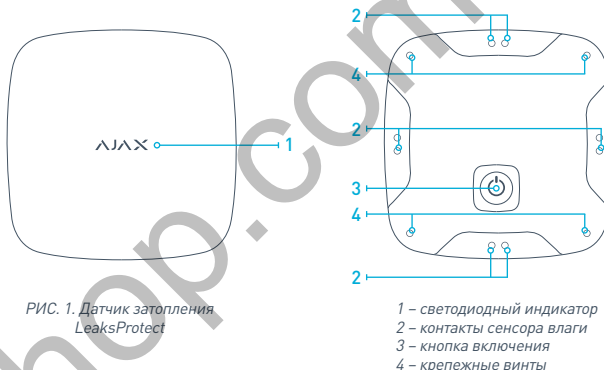
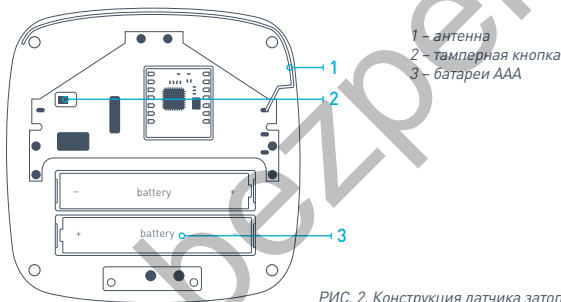

РИС. 1. Датчик затопления LeaksProtect
РИС. 2. Конструкция датчика затопления
4.1 Перед установкой датчик обязательно нужно зарегистрировать в охранной системе Ajax. Для регистрации датчика необходимо перевести приемное устройство охранной системы Ajax в режим «Добавить устройство» (как это сделать см. в руководстве к приемному устройству) и включить датчик зажатием кнопки «3» (РИС. 1) на 3 секунды. В момент включения исправный датчик должен мигнуть зеленым светодиодом. Запрос на регистрацию передается только в момент включения датчика! Если регистрация датчика в охранной системе по какой-либо причине не произошла, LeaksProtect мигает зеленым светодиодом 6 раз с периодичностью раз в секунду, после чего автоматически выключается (быстро мигая 3 раза). После чего датчик снова можно включать (датчик включается/выключается зажатием кнопки «3» на три секунды). Если LeaksProtect был удален из списка зарегистрированных в охранной системе устройств, то он аналогично мигает зеленым светодиодом 6 раз с периодичностью раз в секунду, после чего автоматически выключается, быстро мигая при этом три раза. Датчик затопления всегда работает в активном режиме, поэтому, при использовании централей других производителей, его желательно размещать в постоянно активную 24-часовую охранную зону централи.
5.1 Датчик должен быть размещен в местах вероятной протечки воды из систем водоснабжения, отопления либо канализации: на полу под ванной, под умывальником, под стиральной машиной и т.д. При попадании воды на контакты «2» (РИС. 1), расположенные на нижней стороне датчика, происходит резкое падение сопротивления между ними и датчик передает на приемное устройство сигнал тревоги. Для активации тревоги достаточно детекции воды (жидкости) хотя бы на одной паре контактов. Рекомендуется проверить функционирование датчика в предполагаемом месте установки!
5.3 Небольшой датчик затопления жестко не фиксируется в месте установки, поэтому его можно случайно сдвинуть, зацепив его. В результате смещения может быть нарушена связь с приемным устройством или датчик будет удален от места возможной протечки. Это не позволит датчику выполнять свои функции. Чтобы избежать смещения датчика, он оборудован сенсором смещения (акселерометром). При любых попытках изменить положение датчика встроенный сенсор смещения срабатывает, при этом на датчике включается зеленый светодиод на 1 с, и на приемное устройство передается сообщение о смене местоположения – это позволяет своевременно вернуть датчик затопления на место постоянной установки. Кроме того, в датчике предусмотрена защита от вскрытия тамперной кнопкой «2» (РИС.2), благодаря которой датчик отправляет сигнал на централь про открытие корпуса или неплотное его закрытие, при этом датчик включает зеленый светодиод на 1 с.
6.3 Своевременно заменяйте батареи питания на новые. При разряде батарей датчик передает соответствующий сигнал на центральный блок сигнализации. При разряженной батарее датчик зажигает и плавно гасит зеленый светодиод каждый час и при любой сработке. Для замены батарей откройте четыре самореза «4» (РИС. 1) по углам корпуса и снимите верхнюю крышку датчика. Замените батареи «3» (РИС.2) на новые, типа AAA, соблюдая полярность.